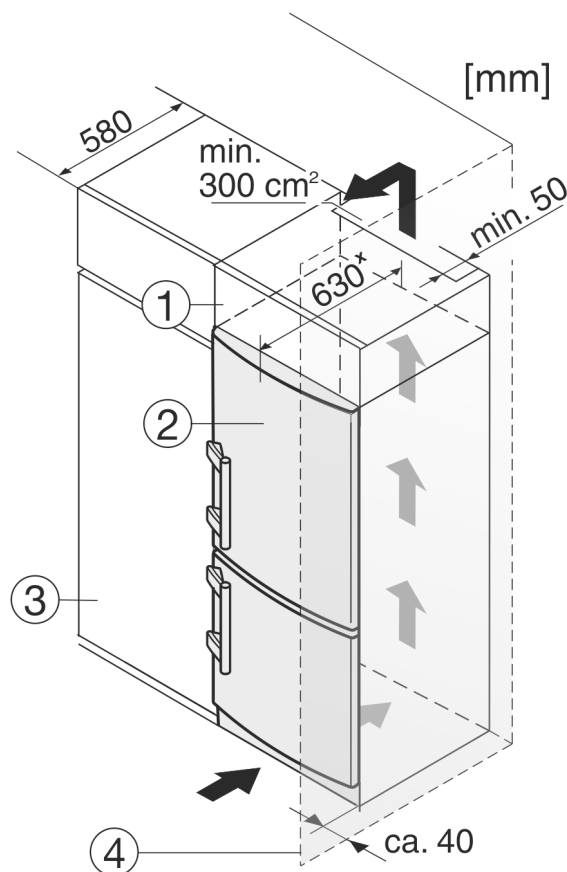

Fig. 9
Уредът може да е обграден с кухненски шкафове. За да изравните височината на уреда Fig. 9 (2) с височината на вградената кухня, над уреда може да се постави шкаф-пристройка Fig. 9 (1).
При обграждане с кухненски шкафове (дълбочина макс. 580 mm) уредът може да се постави непосредствено до кухненския шкаф Fig. 9 (3). Отстрани уредът е издаден на 34 mm \*, а в средата на уреда – на 50 mm \* спрямо челото на кухненския шкаф.
Когато уредът се поставя с пантите до стена Fig. 9 (4), разстоянието между уреда и стената трябва да е поне 40 mm. Това отговаря на разстоянието, с което дръжките стърчат при отворена врата.